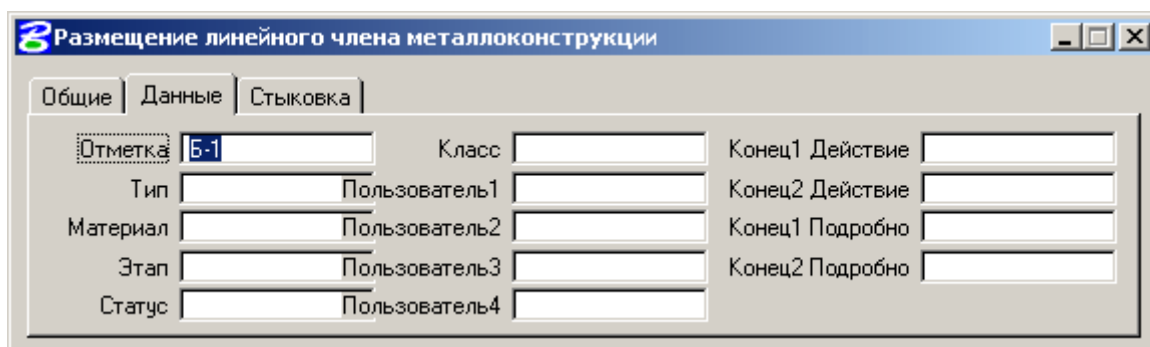

Рисунок 110
- Маркировка элементов во время размещения – при размещении металлоконструкций (или любых других профилей) открыть закладку *Данные* (Рисунок 110). В поле *Отметка* занести необходимую маркировку элемента.